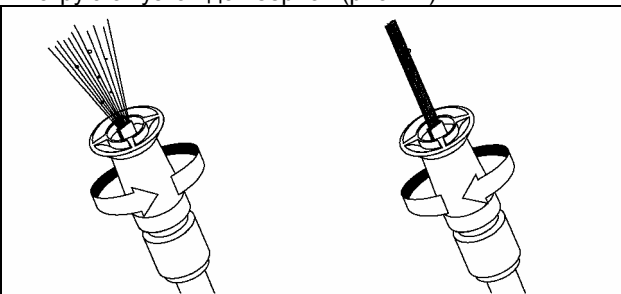

Рис. 12. Регулировка формы струи
3. Поворотом наконечника Вы можете отрегулировать струю от узкой до веерной (рис. 12).